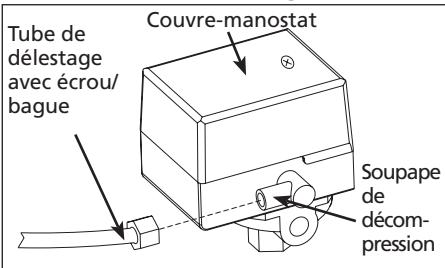

Figure 2
- Retirez le tube de délestage de la soupape de décompression du côté manostat en dévissant l'écrou et en sortant le tube (Voir Figure 2).